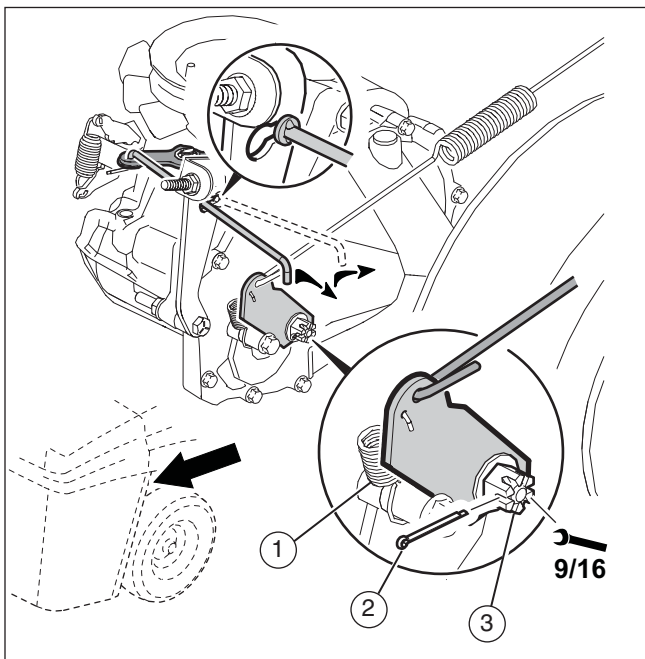

**Figura 22**
2. Retire el pasador de aletas (1) y la arandela (2) de la tuerca ajustable (3) (consulte la **Figura 22**).